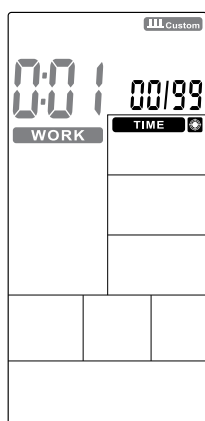

FIGURA 33
- O display de Tempo e a palavra WORK juntamente com 0:01 piscarão, pressione PARA CIMA / PARA BAIXO (botões 10 ou 11) para definir o tempo de treinamento entre 0: 00 ~ 9: 59 (Figura 33). Pressione ENTER (botão 12) para confirmar e ir para a próxima configuração.